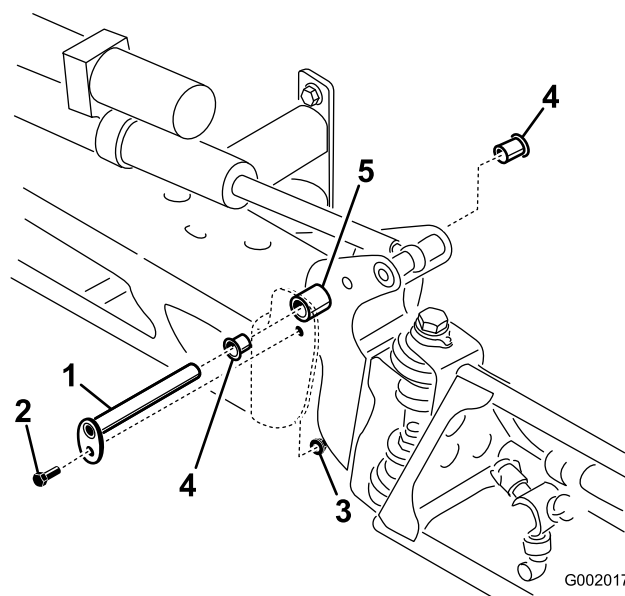

Figura 52
3. Com o peso da rampa suportado, retire o parafuso e a porca que seguram o pino de articulação à rampa (Figura 52). Retire o pino de articulação.
5. Retire e inspeccione as buchas de nylon dos lados dianteiro e traseiro do suporte de articulação (Figura 52). Substitua todas as buchas danificadas.
7. Monte a rampa e o apoio da articulação no chassis alinhando as aberturas (Figura 52).